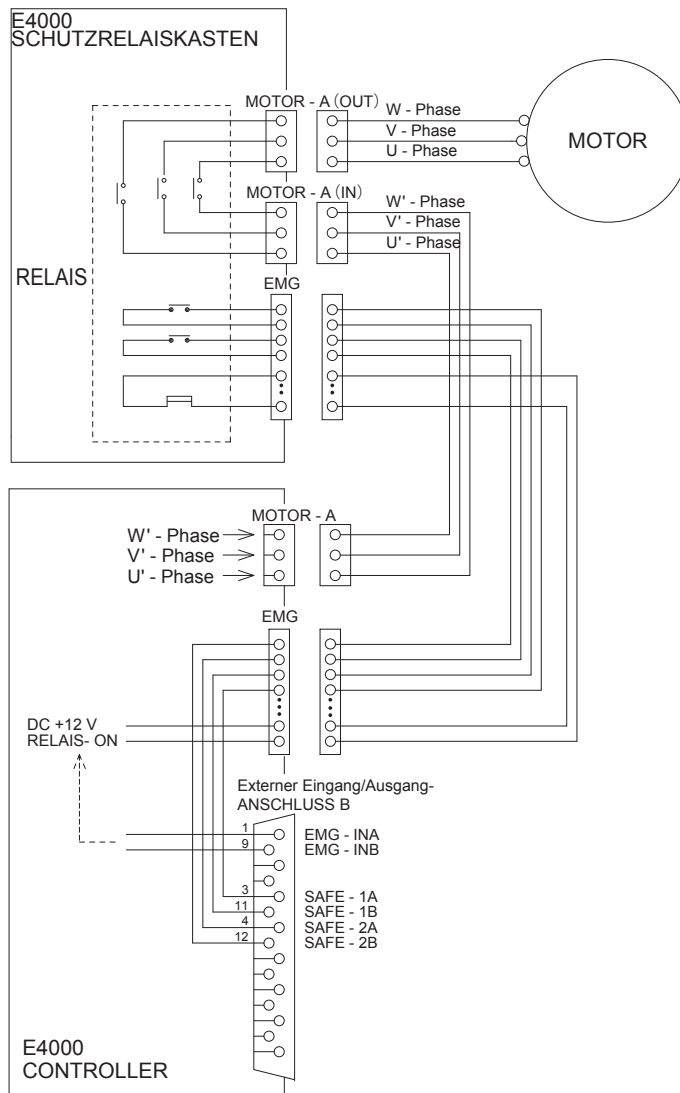

Abb. 35
- Angelegte Spannung (V)  $\leq$  DC +30 V
- Abb. 35 zeigt den Schaltplan.